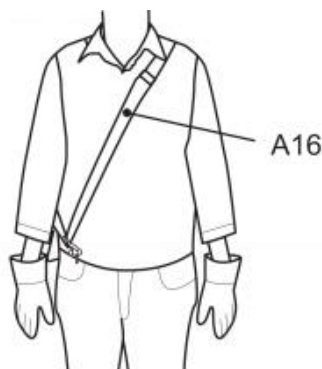

Fig. 33
2. Placez le harnais (A16) de façon à ce qu'il passe sur l'épaule gauche, en traversant la poitrine et le dos. Le clip de fixation (A18) doit se trouver sur la hanche droite (Fig. 33).